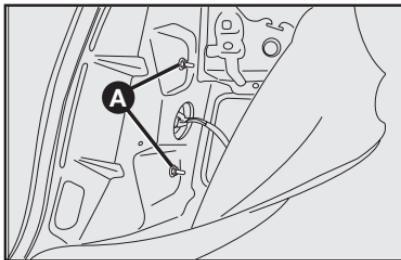

fig. 35
- 1) por el interior del compartimiento de equipajes, tire de la apertura en el tapizado y suelte las tuercas **A**-fig. 35;